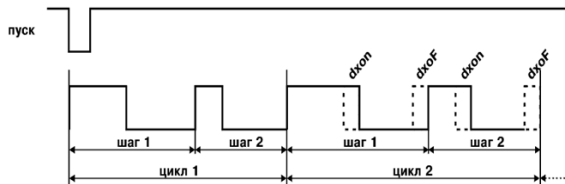

Рисунок 3.4
3.1.2.6 После выполнения очередного цикла время длительности импульса в каждом шаге последовательности может автоматически изменяться на величину «**dxon**», а время длительности паузы – на величину «**dxoF**». Для этого необходимо задать значения этих параметров отличными от нуля (рисунок 3.4).